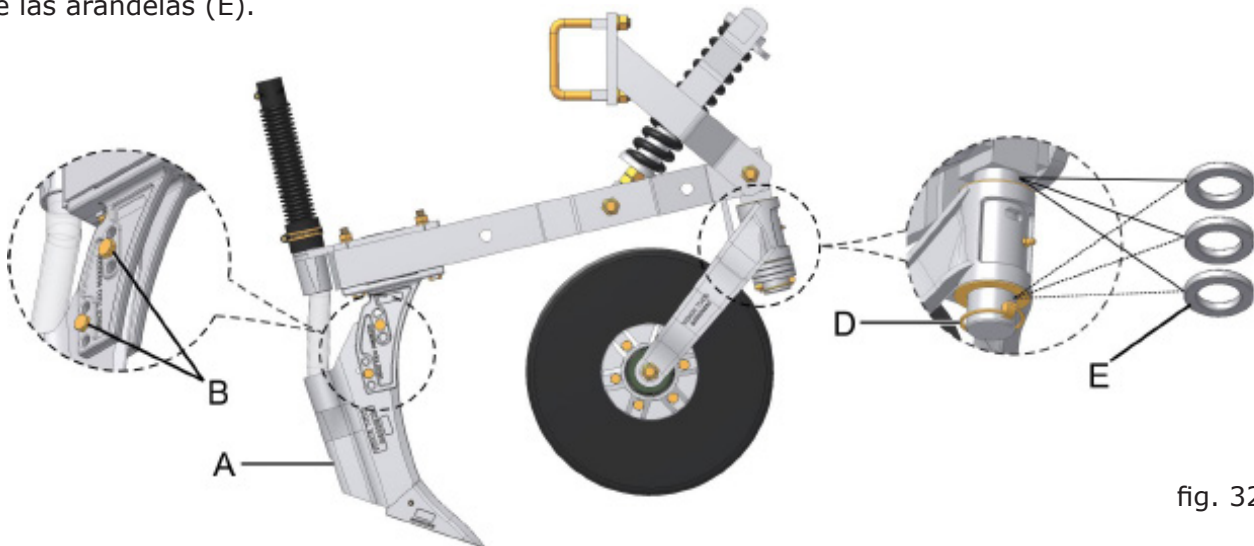

fig. 32
La posición del surcador podrá ser regulada en sentido vertical. Para el cual, basta soltar el arado surcador (A) y cambiar la profundidad del surco cambiando la posición de los tornillos (B) (fig.32).